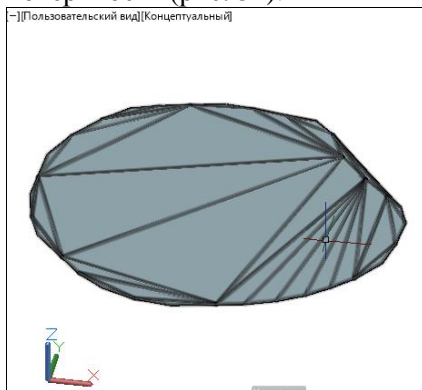

Рис. 34. Результат создания базовой поверхности
7. Нажать ОК. В рабочем пространстве чертежа будет отображаться базовая поверхность (рис. 34).